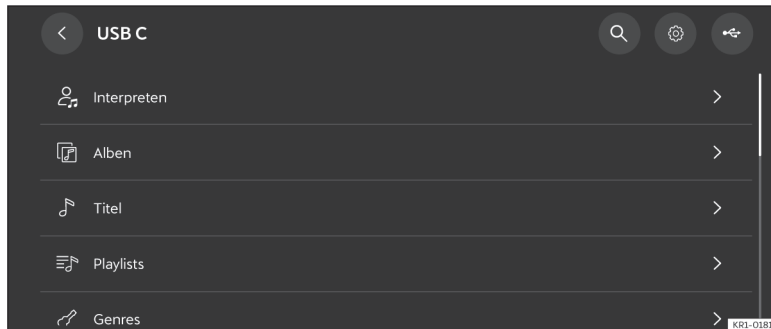

Abb. 166 Schematische Darstellung: Ansicht Medien.
- Drücken Sie **Menü** > USB >>> (**Abb. 166**).